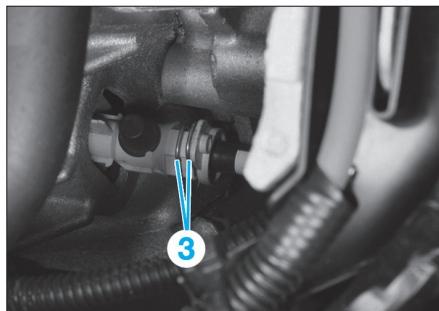

Fig. 9
- Soulever les 2 agrafes (3) de la canalisation du cylindre récepteur sur la boîte de vitesses puis débrancher la canalisation en la tirant en arrière (Fig.9).